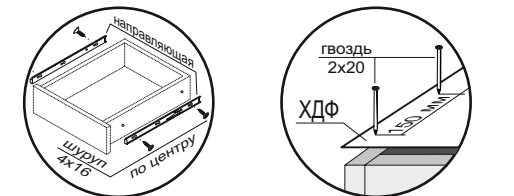

Рис.3
8. Установить изделие на постоянное место. Приложить навес с заглушкой к крыше (3) ближе к центру. Через отверстия Ø15 мм нанести отметку на ХДФ (16) и просверлить отверстие в месте крепления к стене. Затем прикрутить навес к крыше (3) шурупами 4x16 П/Ш (рис.3). **Так как материалы стен различаются, крепеж для фиксации к стене не прилагается. Для выбора подходящего крепежа обратитесь в местный специализированный магазин.**